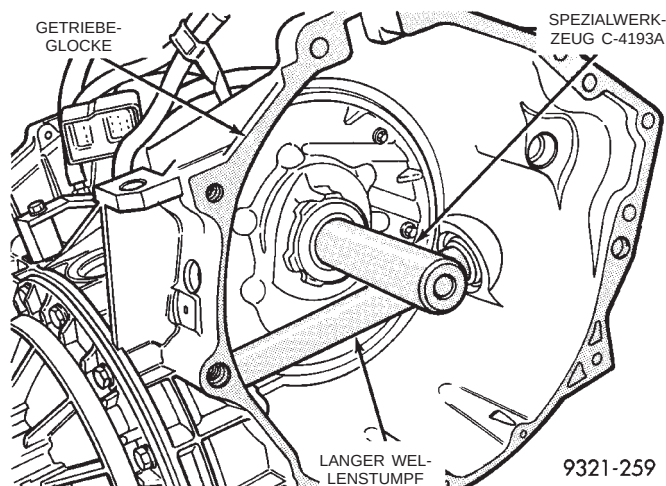

Abb. 46 Wellendichtring einbauen
- (1) Sitz des Wellendichtrings auf einwandfreien Zustand prüfen. Dann den Wellendichtring mit Spezialwerkzeug C-4193A eintreiben (Abb. 46).